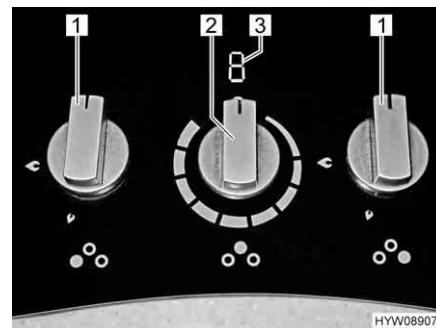

Fig. 156 Elementi di comando (fornello a gas con piano di cottura a induzione)
- Ruotare il pomello girevole (Fig. 156,1) dell'impianto a fiamma libera desiderato in posizione accesa (fiamma alta).
- Ruotare sulla posizione 0 il pomello girevole (Fig. 156,1). La fiamma si spegne.
- Ruotare il pomello girevole (Fig. 156,2) del piano di cottura a induzione nella posizione desiderata. L'indicatore (Fig. 156,3) mostra il valore impostato.
- Ruotare il pomello girevole (Fig. 156,2) del piano di cottura a induzione in posizione 0. L'indicatore (Fig. 156,3) si spegne. Successivamente allo spegnimento, finché la temperatura del piano di cottura a induzione risulta superiore a 60 °C l'indicatore mostra la lettera "H" (indicazione del calore residuo).
Sul piano di cottura a induzione sono indicate le seguenti informazioni (Fig. 156,3):